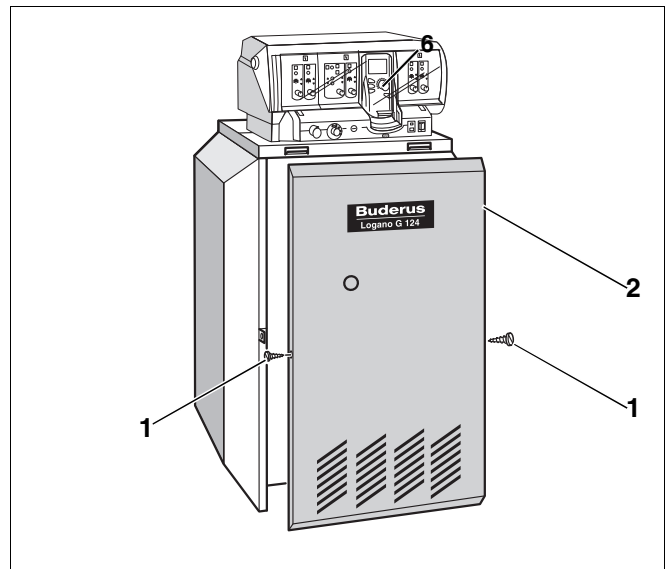

Abb. 36 Kesselvorderwand montieren
- Kesselvorderwand (Abb. 36, **Pos. 2**) einhängen.
- Sicherungsschrauben (Abb. 36, **Pos. 1**) links und rechts in die Seitenwände eindrehen.